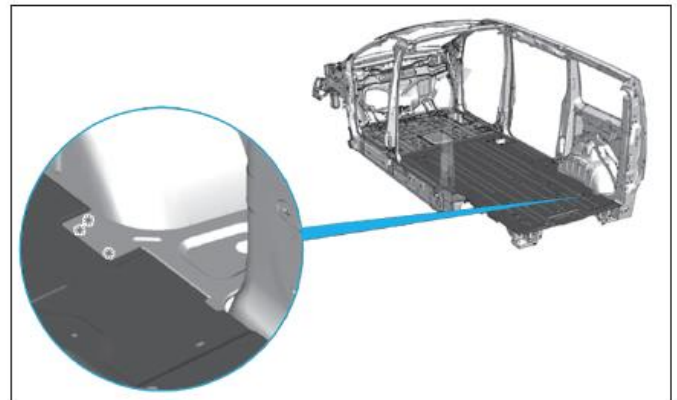

FIG. 89
- Découper les points puis relever la fermeture de passage de roue arrière (Fig.89).